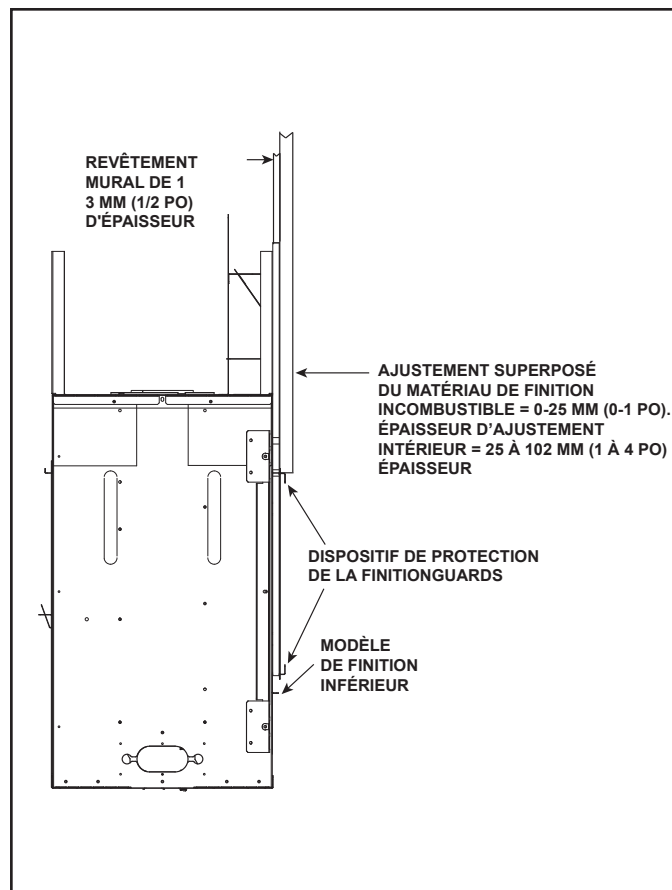

Figure 10.2 Finition et matériaux de revêtement - modèles à un côté
L'épaisseur du matériau de revêtement décoratif est mesurée à partir de la façade du panneau incrustable installé. Voir les figures 10.2 et 10.3.
Les façades pour cet appareil sont compatibles avec des matériaux incrustables. Voir les Figures 10.2 et 10.3.
1. Retirer le bas du modèle de finition du panneau d'accès inférieur. Vérifiez que les protections de finition installées en usine sont bien en place pour assurer que les matériaux de finition n'atteignent pas l'ouverture du foyer. Voir les figures 10.2 et 10.3.